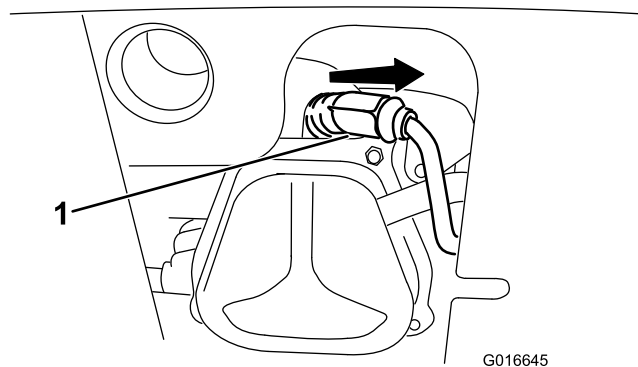

Рисунок 44
1. Сніміть ізоляційний колпачок (**Рисунок 44**).